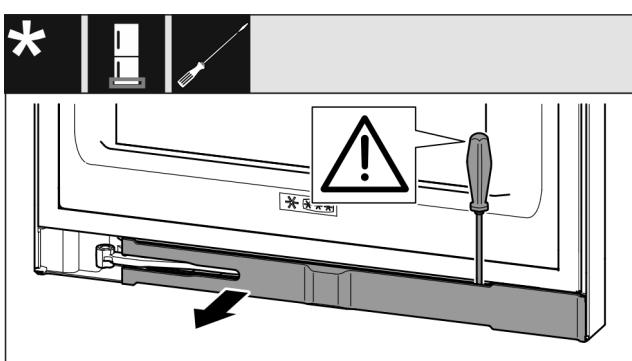

Fig. 13
▶ 使用带槽螺丝刀松开隔板并把它转到一边 Fig. 13 ()。